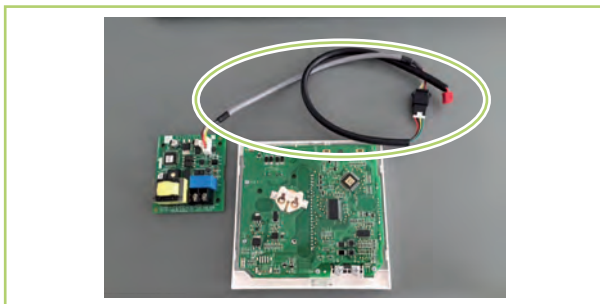
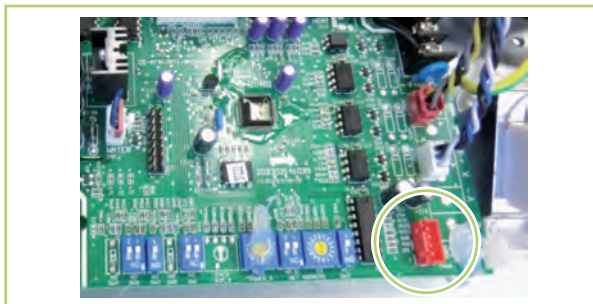

Abb. 6: Stecker mit Steuerplatine verbinden
Abb. 7: Kontakt CN40 auf der Steuerplatine
2. ➤ Verbinden Sie den Stecker (Abb. 6) der Anschlussplatine mit Kontakt CN40 (Abb. 7) der Steuerplatine des Innengerätes: